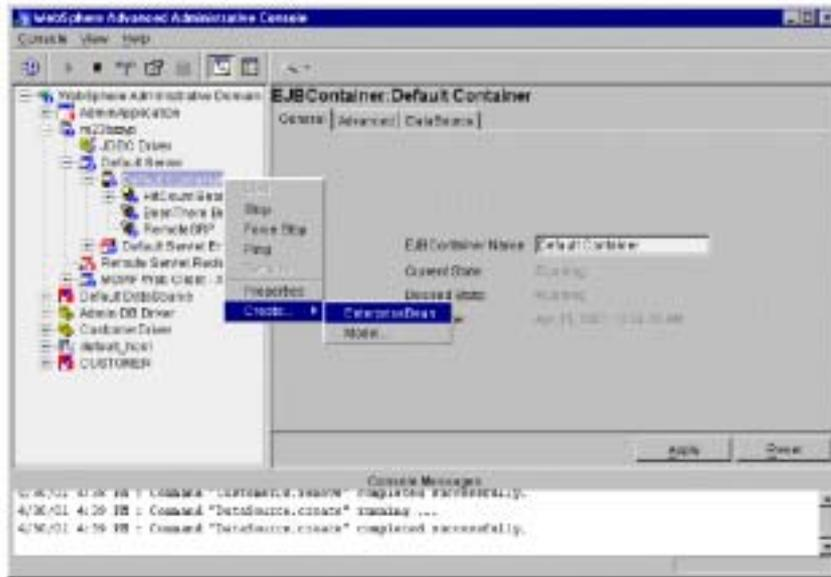

图7-16 创建 EnterpriseBean
7. 从 WebSphere 高级管理控制台的拓朴视图中选择<hostname> ->默认服务器 (Default Server) ->默认容器 (Default Container) ，您将看到如图 7-16 所示。